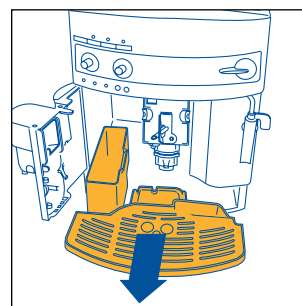

Fig. 16
MERKNAD 7: Maskinen teller antall kopper kaffe som lages. For hver 14. enkelte kopp kaffe (eller hver 7. doble) tennes varselampen 🚦 (og forblir tent) for å angi at beholderen for kaffegrut er full og at den må tømmes og rengjøres. Så lenge du ikke rengjør beholderen, vil varselampen være tent og det er ikke mulig å lage kaffe. For å rengjøre beholderen, åpne den lille døren på fremsiden av maskinen ved å dra i håndtaket (fig. 15). Dermed vil den blinkende varselampen ⚠ tennes (se avsnitt 12, punkt 9). Trekk deretter ut dråpeoppsamlingskålen, (fig. 16) tøm den, og rengjør den deretter. Tøm og rengjør beholderen godt og pass på å fjerne alle rester som kan ha lagt seg igjen i bunnen. Tørk også opp eventuelle kondensdråper på innsiden av maskinen under dråpeoppsamlingskålen
- Ta ut dråpeoppsamlings-skålen og grutbeholderen (fig. 16) og rengjør dem.